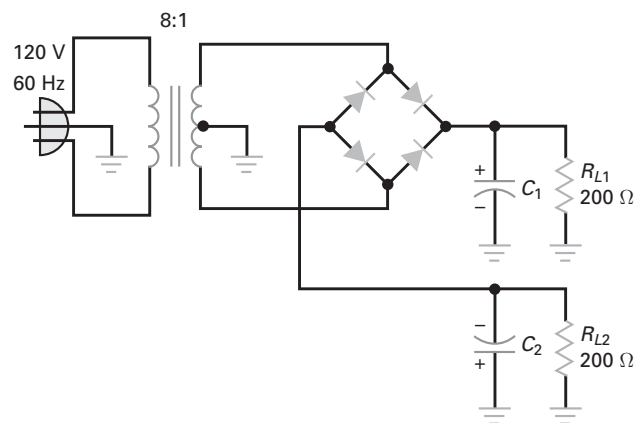

Figura 4-45
- 4-45** A fonte de alimentação da Figura 4-45 tem duas tensões de saída. Quais são os seus valores aproximados?
- 4-46** Um resistor de surto de $4,7 \Omega$ é adicionado à Figura 4-45. Qual é o valor máximo possível para a corrente de surto?